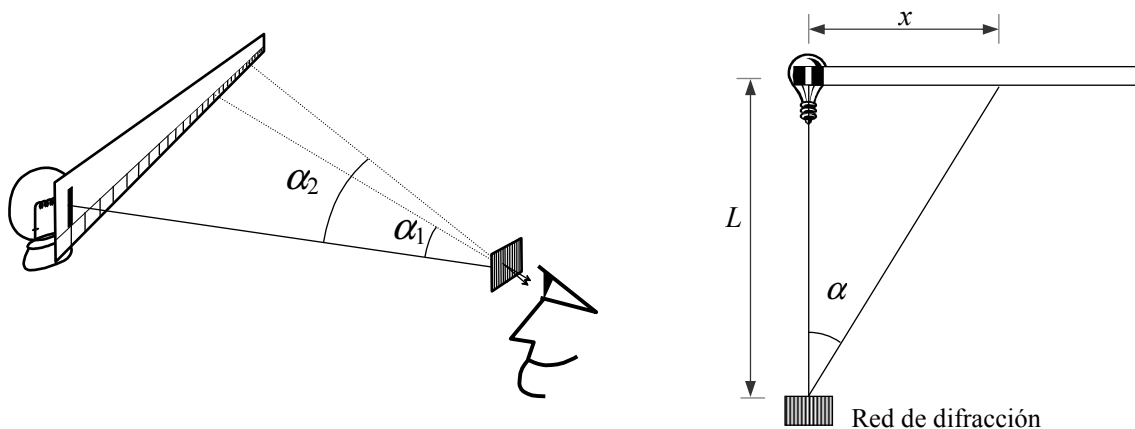

FIGURA 1. Espectroscopio.
El espectroscopio que se utiliza en la práctica consta de una pantalla con una rendija de aproximadamente 1 mm tras la que se coloca la fuente luminosa que se quiere analizar. La red de difracción se monta enfrente, a la misma altura que la rendija y a una distancia L de ésta de unos 80 cm. Así, mirando a través de la red, se observa la parte visible de la radiación descompuesta a lo largo de una escala que permite realizar medidas con una precisión razonable (figura 1).
- Dispón los elementos según se indica en la figura 1. Sitúa la red justamente enfrente de la rendija y a una distancia L de ésta de unos 80 cm. **NO TOQUES LA SUPERFICIE DE LA RED CON LOS DEDOS.**